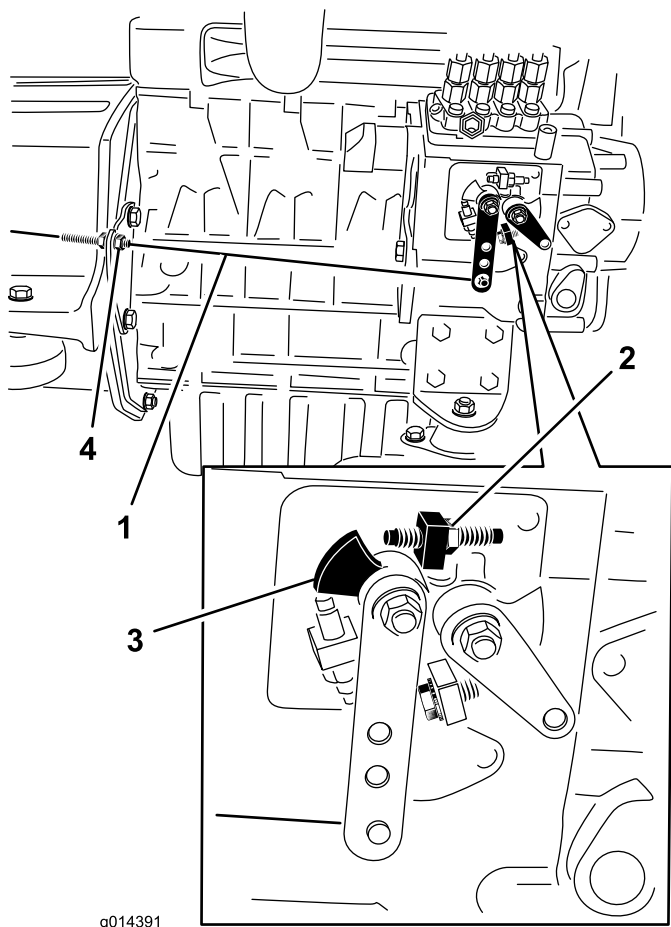

Bild 46
2. Überprüfen Sie die Stellung des Fahrgeschwindigkeitshebels auf der Einspritzpumpe für den Motorkraftstoff. Der Fahrgeschwindigkeitshebel sollte die Volllasteinstellschraube berühren, wenn sich der Gasbedienungshebel in der Leerlaufstellung SCHNELL“ befindet (Bild 46).
3. Bei Bedarf kann die Position der Kabelklemmmutter des Gasbedienungshebels angepasst werden, so dass der Fahrtriebshebel die Volllasteinstellschraube berührt, wenn sich der Gasbedienungshebel in der Leerlaufstellung SCHNELL“ befindet (Bild 46).